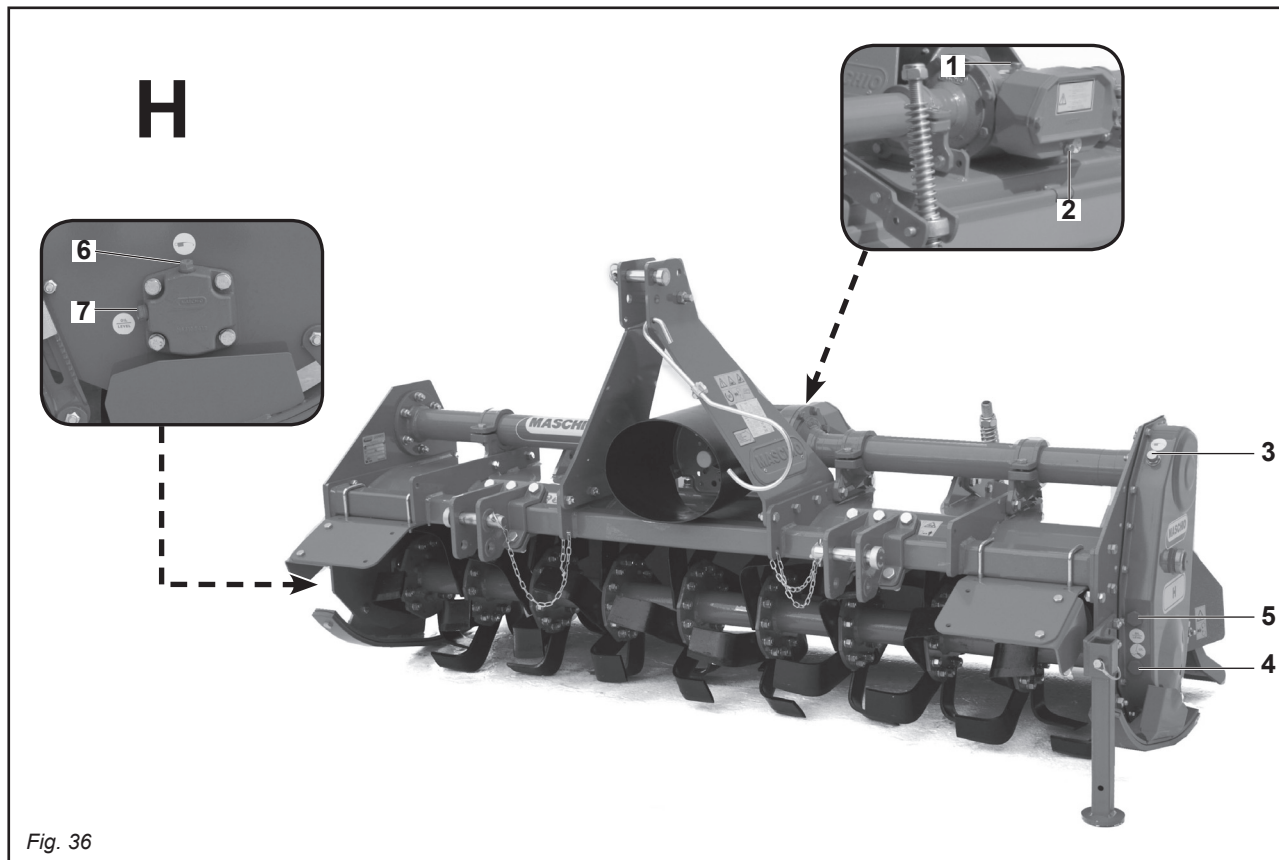

Fig. 36
Si nécessaire rajouter de l'huile par le bouchon de remplissage (3 Fig. 36) jusqu'à ce qu'elle sorte par le bouchon de niveau.
- *Entrainement latéral par pignons: contrôlez le niveau de l'huile dans le carter latéral de la transmission en dévissant le bouchon de niveau (5 Fig. 36) et vérifiant si l'huile sort. Si nécessaire rajouter de l'huile par le bouchon de remplissage (3 Fig. 36) jusqu'à ce qu'elle sorte par le bouchon de niveau.*
- *Vidangez entièrement l'huile du réducteur ou du boîte de vitesse et du carter de transmission à travers le bouchon de vidange qui se trouve sous la boîte du réducteur et par le bouchon de vidange de la transmission (4 Fig.36). A cette occasion démontez et nettoyez le arbre à cardans d'embrayage (dans le cas d'arbre à cardans à embrayage).*
Ggf. durch den Öleinfüllstopfen (3 Abb. 36) soviel Öl nachfüllen, bis das Öl am Ölstandsstopfen ausläuft.
- *Zahnradantrieb: den Ölstand im Seitenantrieb prüfen. Dazu den Ölstandsstopfen (5 Abb. 36) losschrauben und prüfen, ob Öl ausfließt. Ggf. durch den Öleinfüllstopfen (3 Abb. 36) soviel Öl nachfüllen, bis das Öl am Ölstandsstopfen ausläuft.*
- *Das Öl im Getriebe und im Seitenantrieb wechseln. Dazu die Ölablassschraube unter dem Getriebegehäuse und den Stopfen des seitlichen Antriebs (4 Abb. 36) losdrehen und das Öl ausfließen lassen. Bei dieser Gelegenheit ist es auch ratsam, die Kupplungsscheiben auszubauen und zu reinigen (wenn man eine Gelenkwelle mit Rutschkupplung verwendet).*
Eventualmente agregar aceite a través del tapón de llenado (3 Fig. 36), hasta que veamos que sale por el tapón de nivel.
- *Transmisión lateral por engranajes: controlar el nivel de aceite en el cárter lateral de la transmisión, desenroscando el tapón de nivel (5 Fig. 36) y controlando que salga el aceite. Eventualmente agregar aceite a través del tapón de llenado (3 Fig. 36), hasta que veamos que sale por el tapón de nivel.*
- *Efectuar el cambio completo del aceite, tanto del reductor (o en la caja de cambio) como también del cárter de transmisión, descargando completamente el aceite del tapón de descarga presente debajo de la caja del reductor y del tapón de descarga transmisión (4 Fig. 36). Es conveniente también al hacerlo desmontar y limpiar los discos de embrague (si poseemos un árbol cardánico con embrague).*